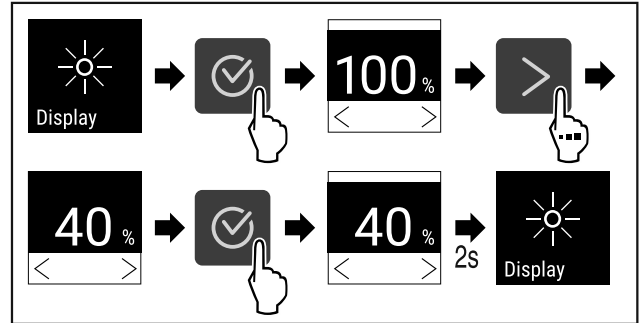

Fig. 81
- ▶ Εκτελέστε τα βήματα ενεργειών (βλέπε Fig. 81) .